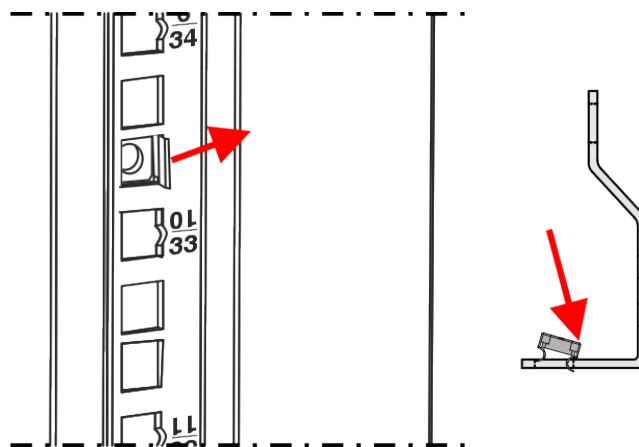

Fig. 25
- 02) Inserire un lato del **dado della gabbia (A)** nella staffa verticale, come mostrato nella Fig. 25.